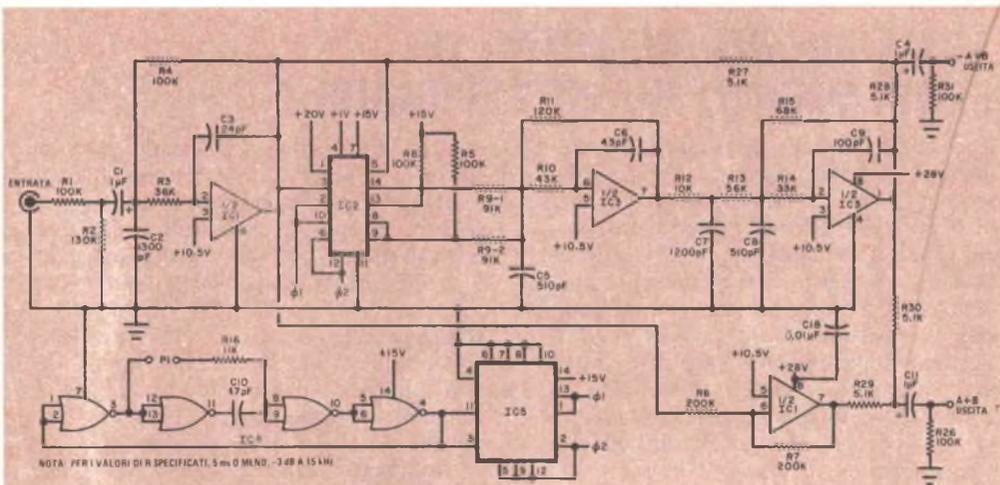

Fig. 4 - Schema del circuito fasatore/flangiatore.
**Come funziona** - Gli schemi delle configurazioni a linea di ritardo e di fasatura/flangiatura del circuito sono riportati rispettivamente nella fig. 3 e nella fig. 4. In entrambi i casi, la porta quadrupla NOR IC4 è collegata come multivibratore astabile funzionante ad un valore pari al doppio della desiderata frequenza orologio. L'uscita di IC4 va al flip-flop IC5, il quale fornisce un paio di impulsi d'uscita orologio (sfasati di 180° tra loro) con cicli di funzionamento del 50%. Questi impulsi pilotano poi i registri di spostamento in IC2. Il resistore R16, che determina la frequenza, è fisso nella configura-
Per determinare i valori dei resistori di filtro da usare, è necessario ricorrere a qualche calcolo; per semplificare le cose, si possono scegliere i giusti valori dei resistori in base alla tabella "Valori dei resistori di filtro" di pag. . Si usi questa tabella per scegliere i valori dei resistori relativi al solo circuito di ritardo di tempo (i valori dei resistori di filtro specificati nella fig. 4 e nel relativo elenco dei materiali forniranno un ritardo ottimo di 5 ms, con l'uscita 3 dB sotto a 15 kHz per il fasatore/flangiatore).